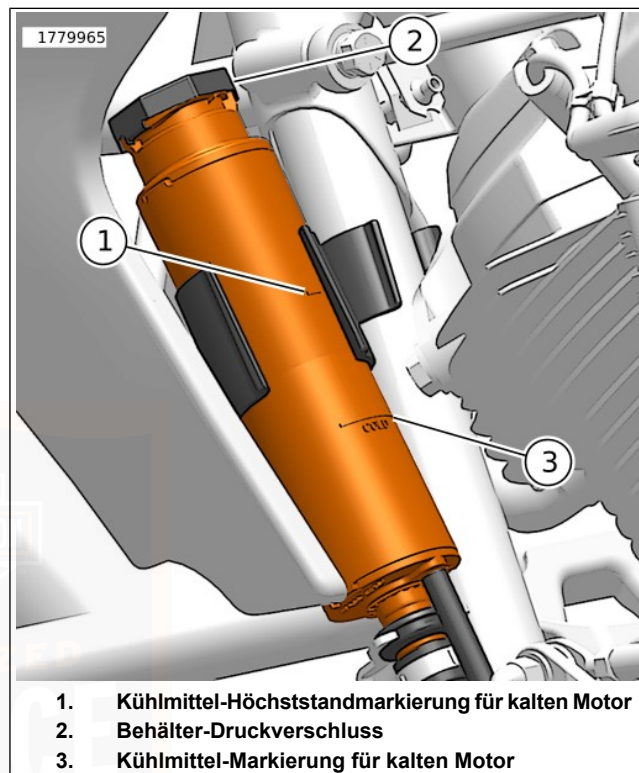

Abbildung 105. Kühlmittelstand
1. Siehe Abbildung 105. Prüfen, ob der Kühlmittelstand im Behälter zwischen der Kühlmittel-Höchststandmarkierung (1) und der Kühlmittel-Markierung für kalten Motor (3) liegt.
3. Siehe Abbildung 105. Den Druckverschluss (2) des Behälters entfernen.